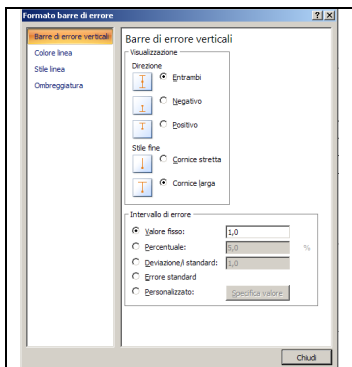

Figura 8 – Menu per le barre d'errore verticali
- cliccare su **Barre di errore** e scegliere "Altre opzioni barre di errore" appare il menu di figura 8.